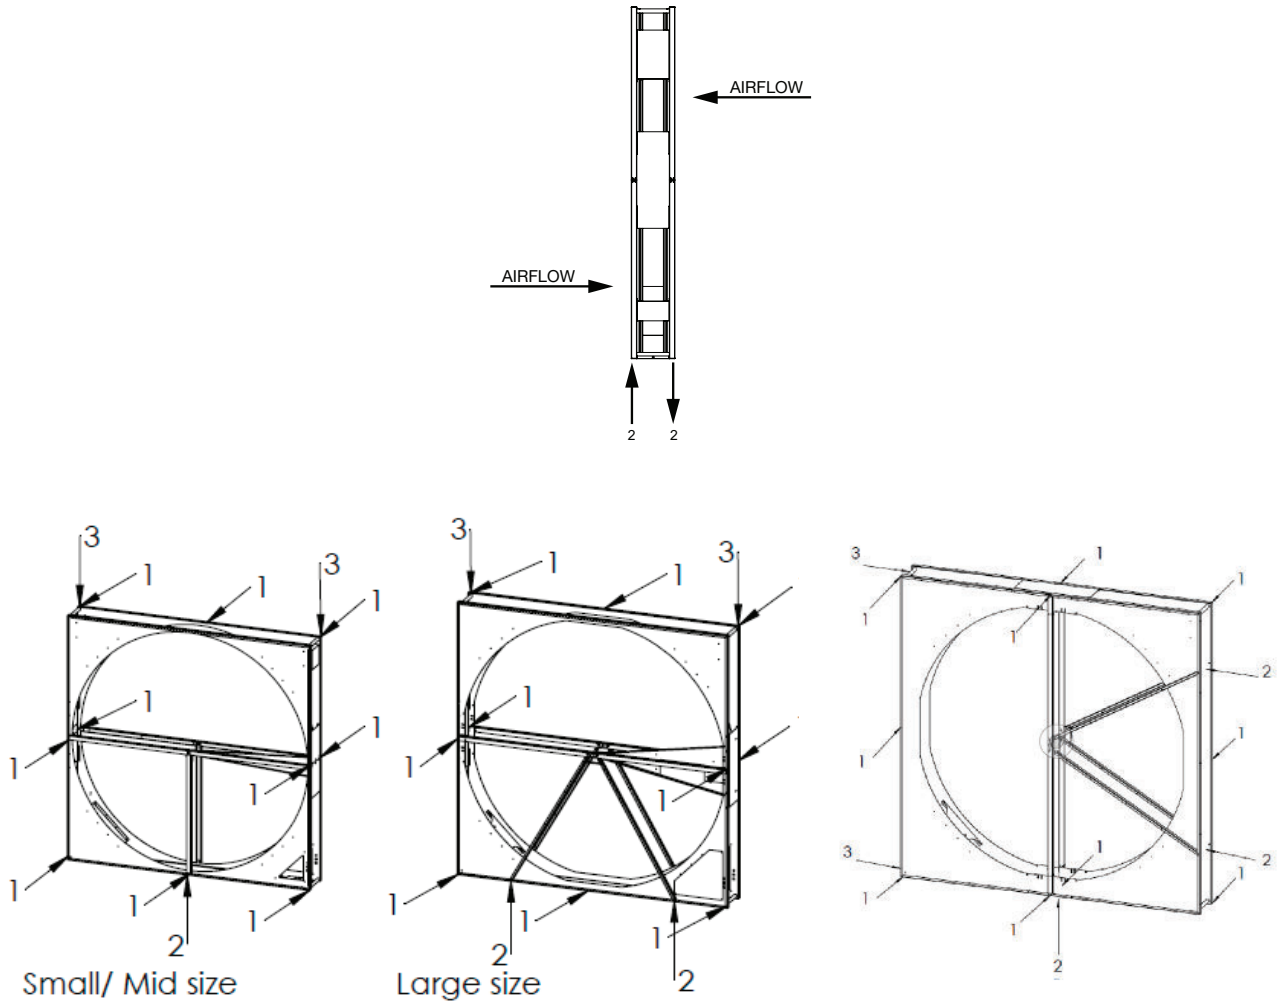
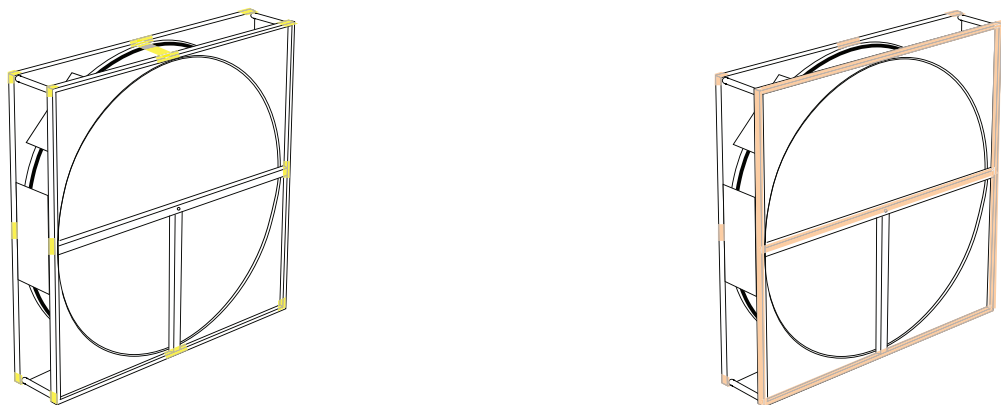

Abb. 3. Teilungsebene. übereinander (linke zwei Bilder) und nebeneinander (rechtes Bild).
Abb. 4. Stützpositionen, vertikaler Einbau (links) und horizontaler Einbau (rechts).
- Das Gehäuse ist eine Einschublösung, die eine stabile Konstruktion aus dem umgebenden RLT-Gerät erfordert. Das Lüftungsgerät darf sich in keiner der in Abbildung 3 dargestellten Positionen um mehr als  $\pm 1$  mm durchbiegen können, während es der in Tabelle 3 angegebenen maximalen Kraft ausgesetzt ist.
- Abbildung 3 zeigt den Kraftplan und Abbildung 4 die spezifischen Unterstützungspositionen. Achten Sie besonders auf Position 3, da hier während des Betriebs erhebliche Kräfte wirken.
Querträger horizontal angebracht ist, wenn ein Gehäuse mit einer vertikalen Schnittebene/ nebeneinander liegenden Strömung verwendet wird. Die seitliche Struktur des Lüftungsgeräts muss einen erheblichen Teil der Kraft 2 aufnehmen, wie in Abbildung 3 dargestellt. Auch unter dem vertikalen Balken sollte eine ausreichende Abstützung vorhanden sein, da dieser das Gewicht des Rades trägt.